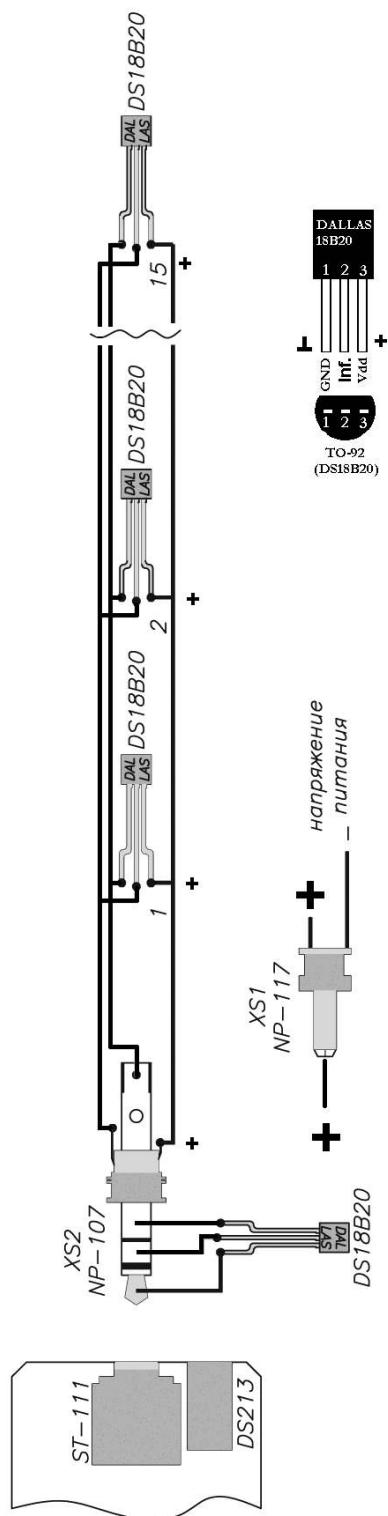

Рис.3 Схема подключения датчиков и напряжения питания
Центральная часть устройства – микроконтроллер AT89C4051, работающий на частоте 12 МГц и тактируется от керамического резонатора ZTT. Датчики подключаются к трехконтактному (метал. гнездо) разъему XS2 параллельно друг другу **тремя!** проводами (рис.3). Напряжение питания подключается к двухконтактному (пластмас. гнездо) разъему XS1.
- Подключите датчики и напряжение питания согласно **рис. 3**